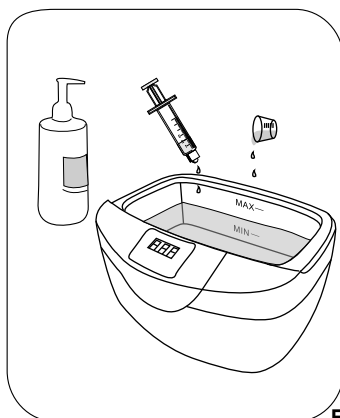

Fig.12
- 6►** Coloque a quantidade de detergente enzimático fazendo a diluição correta na cuba de inox ou béquero de acordo com as recomendações do fabricante (Fig.12, pág. 12);
- ▶ A Cubra de Ultrassom Cristófoli possui capacidade líquida útil de 2,1 litros. Utilize este dado para fazer o seu cálculo da quantidade de detergente enzimático a ser utilizado. Por exemplo: Para um detergente enzimático que recomenda 2 ml por litro, a quantidade ideal será 4 ml de detergente (siga sempre as instruções de uso do fabricante). Sugerimos para sua economia e comodidade usar um copo medidor ou uma seringa sem agulha para medir o volume e que a mesma seja utilizada somente para este fim (Fig.12, pág. 12);